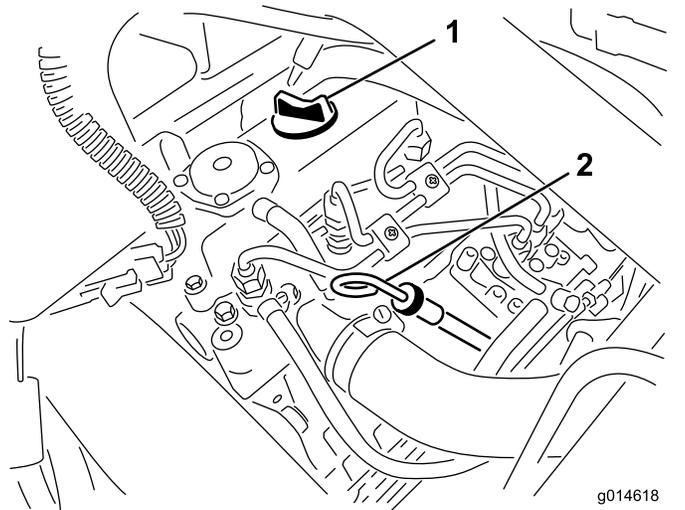

Рисунок 29
2. Выньте масломерный щуп и протрите его чистой ветошью (Рисунок 29).